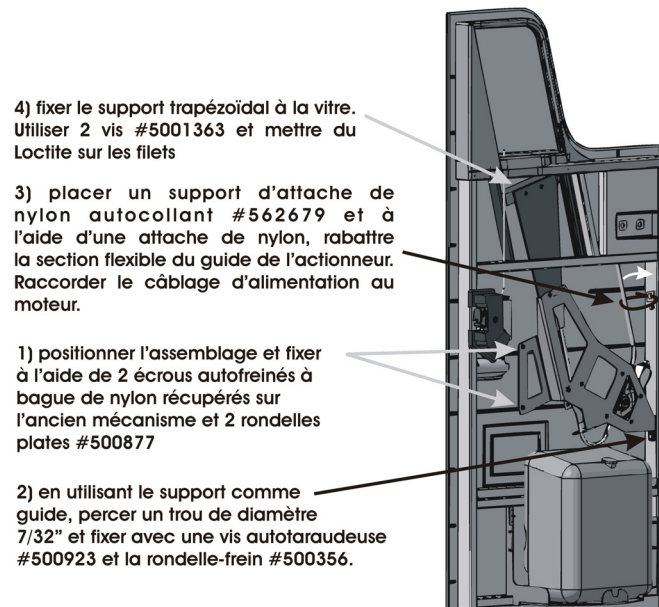

FIGURE 9
10. Installer l'assemblage selon les étapes de la figure 9.